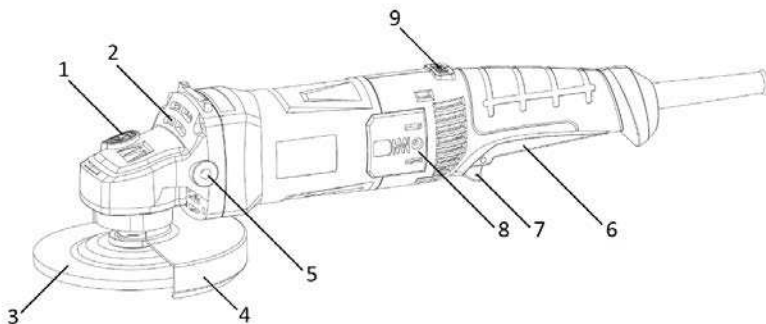

Рисунок 1
2.2.1 Конструкція виробу складається з одноступеневого редуктора з конічними шестернями в металевому корпусі (2), який приєднаний до пластикового несучого корпусу з колекторним двигуном змінного 1-фазного струму, перемикачем (6), мережевим шнуром живлення згідно з рис.1. Вихідний вал редуктора розташований перпендикулярно вісі двигуна і є робочим шпинделем для приєднання змінних насадок (абразивних дисків) (3) з фіксацією затискною гайкою або накрученими на шпindel. На металевому корпусі (2) виконані нарізні монтажні отвори (5) для встановлення передньої рукоятки у 3-х позиціях, та хомутовим з'єднанням закріплений захисний кожух (4) з можливістю фіксованого позиціонування по колу. Для фіксації шпинделя під час зміни дисків (3) в корпусі редуктора (2) передбачений кнопковий фіксатор (1). Електрична частина виробу складається з колекторного однофазного електродвигуна змінного струму, вимикача електроструму, регулятора швидкості, з'єднувальних проводів і мережевого шнура. Захист від ураження електричним струмом користувача у виробу відповідає класу II за ДСТУ EN 61140:2015.